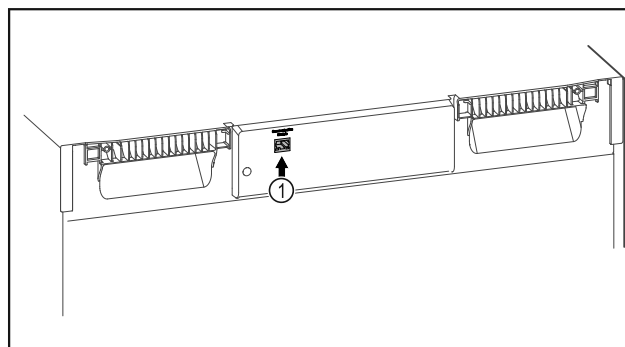

Fig. 94
- Założono SmartModule Fig. 94 [1].